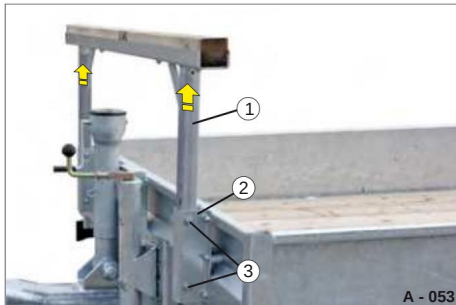

Fig. 57 Sbloccaggio del cavalletto di supporto
- ÿ Allentare il collegamento a vite (Fig. 57/3) su entrambe le tasche dei picchetti (Fig. 57/2).
- ÿ Tirare il telaio di supporto (Fig. 57/1) lentamente e simultaneamente fuori dalle tasche dei picchetti.